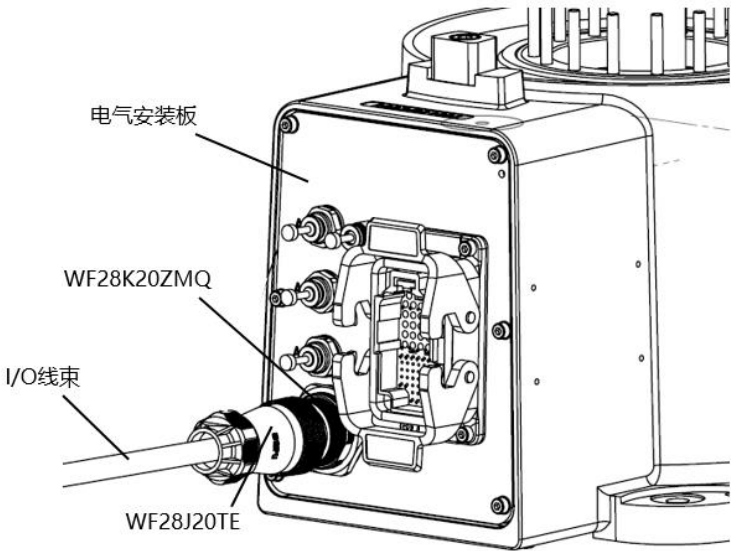

图 5-5 底座上 I/O 线束连接示意图
步骤1. 将①底座 I/O 线束一端带有 WF28K20ZMQ 20pin 插孔型电缆插头与电器安装板上的 WF28J20TE 20pin 前螺母插座对插，另一端散线作为 I/O 输入端（参考图 5-5）。